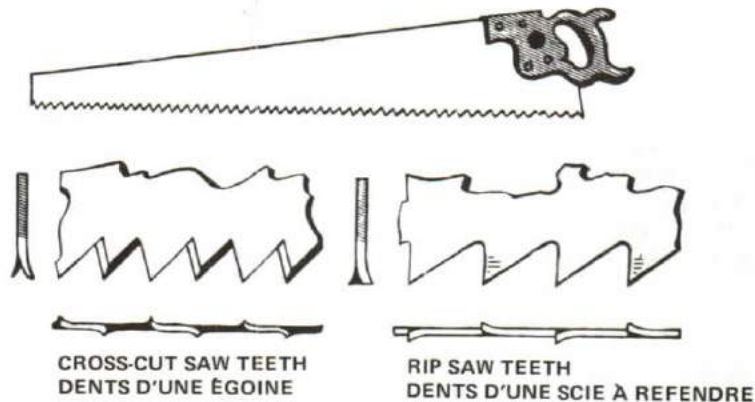

Figure 9-21
23. Hand saws - There are two main types of hand saws. The general purpose type is the cross-cut saw. It is designed mainly for cutting across the grain of wood. The rip saw is used for cutting along the grain. See Figure 9-21.
23. Les scies à main. Il existe deux principaux types de scies à main. La scie d'usage général est l'égoïne; elle a été conçue principalement pour couper contre le fil du bois. La scie à refendre s'emploie pour couper dans le sens du fil du bois (voir la figure 9-21).